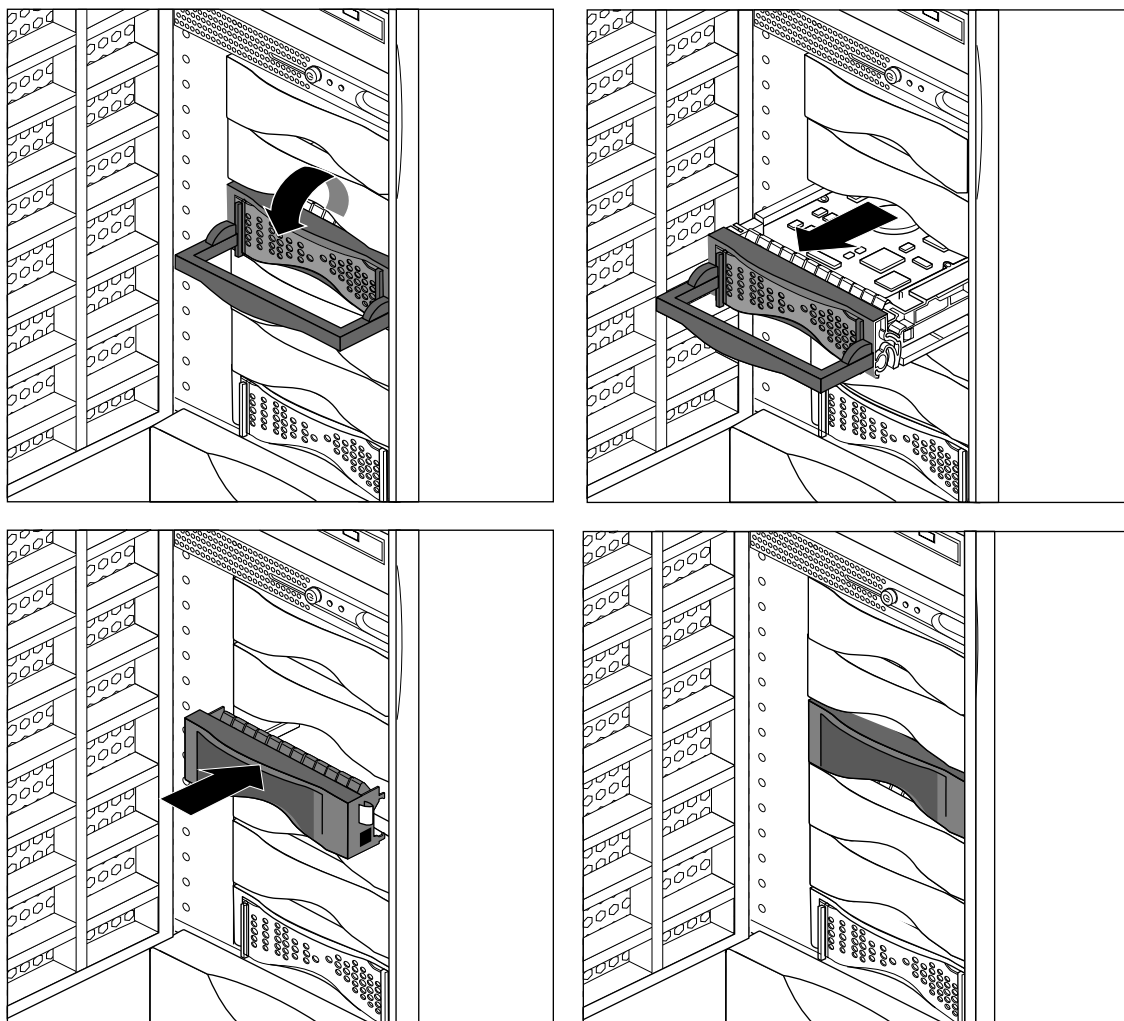

Figure 7-19 Retrait d'un lecteur 3,5 pouces de l'Origin200
3. Retirez le lecteur, comme indiqué à la Figure 7-19.
4. Si vous ne remplacez pas le lecteur par un autre périphérique, dissimulez la cavité par une plaque de protection en plastique, comme indiqué à la Figure 7-19.